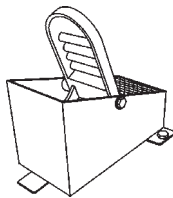

Figure 8. Pédale de commande de vitesse des lames
3. La pédale de droite (figure 8) contrôle la vitesse des lames et du moteur. La position de la pédale détermine la vitesse des lames. La vitesse lente des lames est obtenue en enfonçant légèrement la pédale. La vitesse maximale des lames est obtenue en enfonçant complètement la pédale.